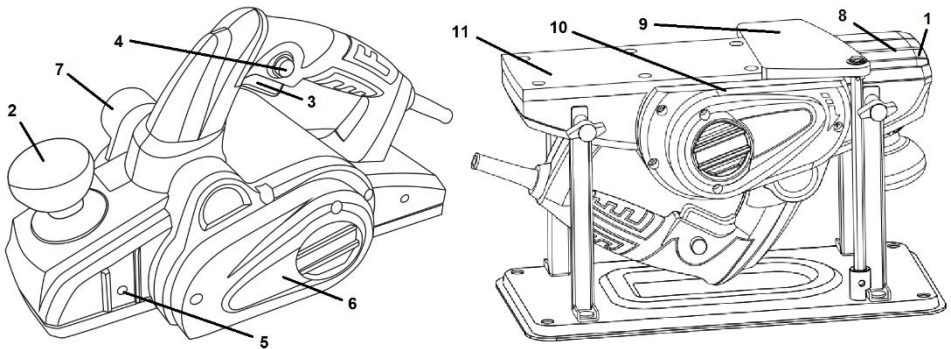

Рисунок 1
Для увімкнення виробу спочатку натисніть кнопку блокування клавіші вимикача (4), а потім натисніть пускову клавішу (3, рисунок 1). Для відключення виробу клавішу (3) слід відпустити. Щоб обробка була найбільш ефективною, рекомендується закріплювати заготовку під невеликим кутом, а стругання здійснювати зверху вниз.
4.7.1 Змонтуйте опорну платформу із стойками (Рис. 1)), на верстаку та надійно зафіксуйте нарізними кріпленнями.